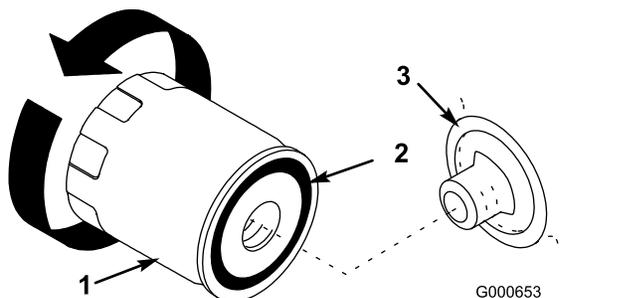

Рисунок 27
7. Снимите старый фильтр и протрите поверхность прокладки переходника фильтра (Рисунок 27).
10. Нанесите тонкий слой свежего масла на резиновую прокладку нового фильтра (Рисунок 27).
11. Установите новый масляный фильтр в переходник фильтра. Поверните масляный фильтр по часовой стрелке до контакта резиновой прокладки с переходником фильтра, после этого затяните фильтр, повернув его еще на пол-оборота (Рисунок 27).